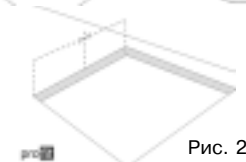

Рис. 2
- Определите путем измерений положение центра боковых сторон выреза, как показано на Рис. 2.